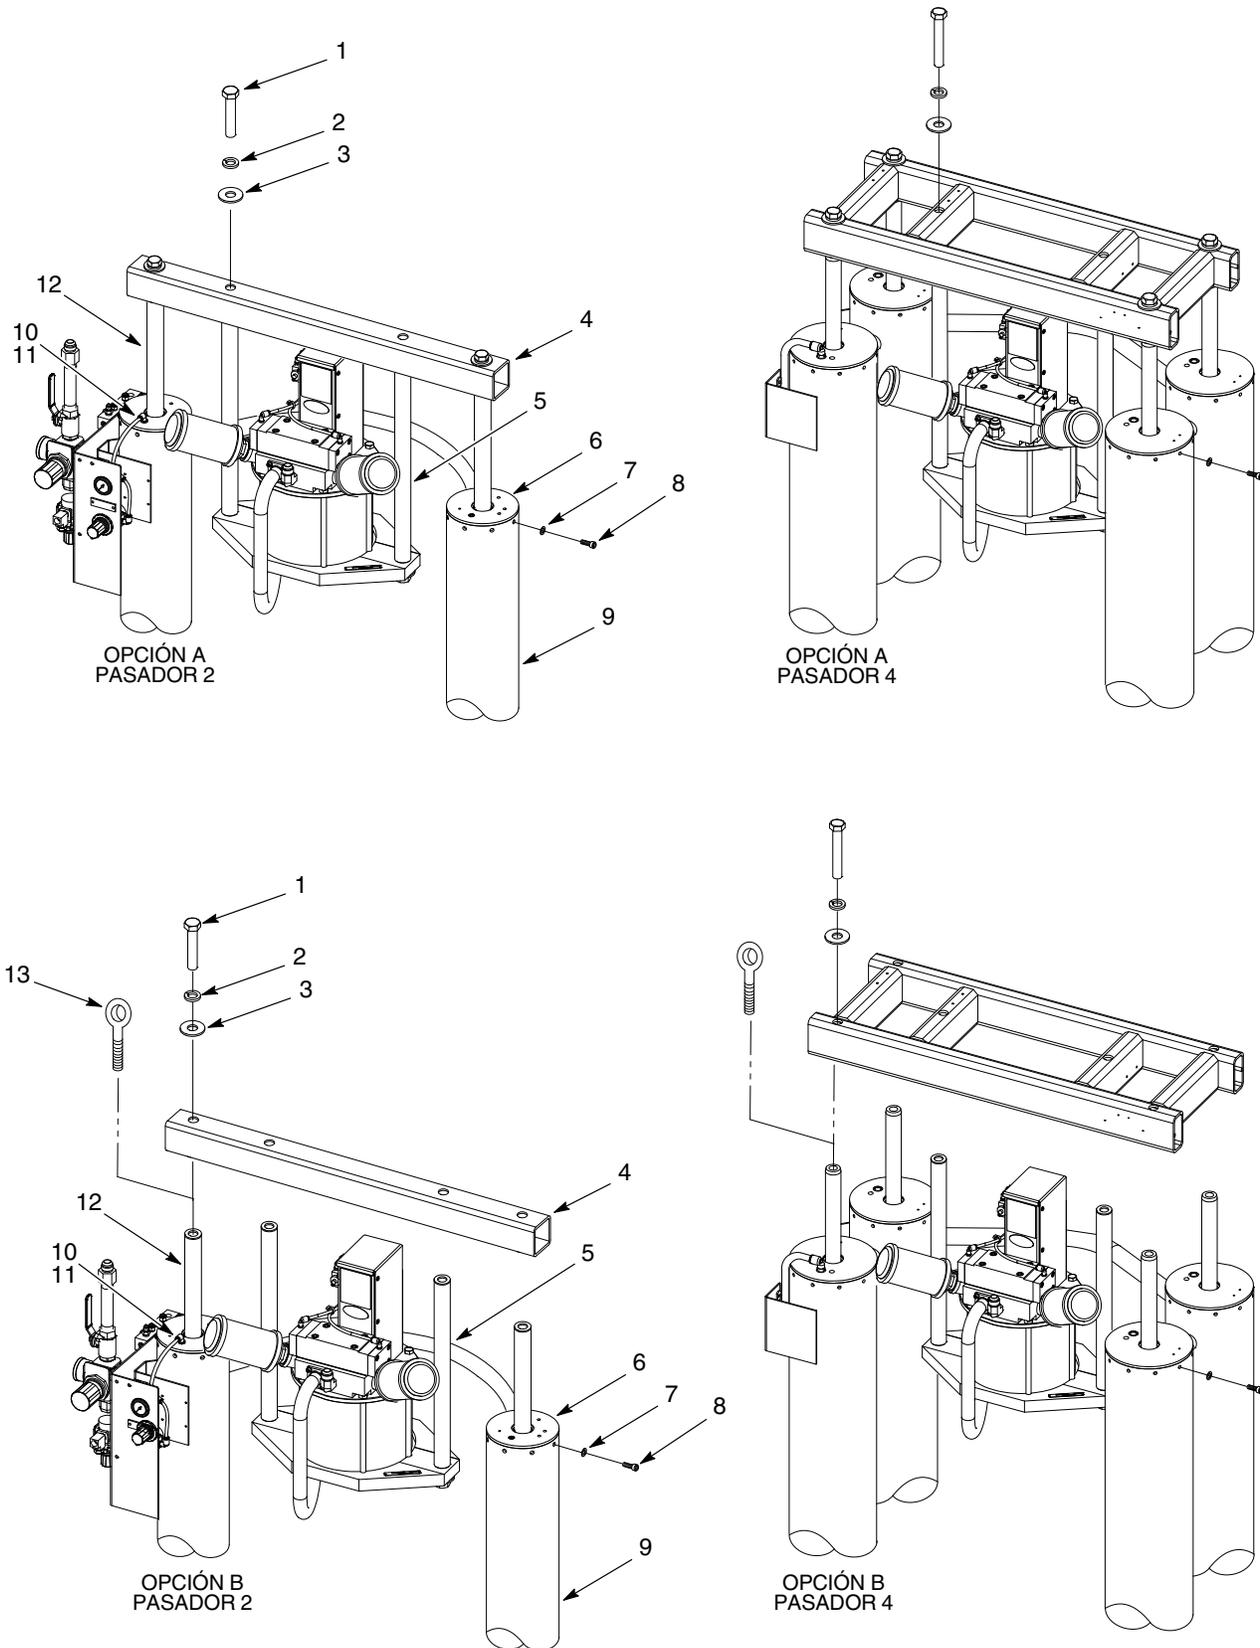

Figura 2 Extraer los ejes de cilindro
Ver la figura 2. Hay dos maneras de extraer los ejes de cilindro; juntos o separados. Utilizar el procedimiento deseado.
1. Ver la figura 2, opción A. Asegurarse de que esté desconectado el tubo (10) del racor (11).
2. Extraer los tornillos (1), las arandelas de bloqueo (2), y las arandelas planas (3) que fijan el traspaso (4) a las varillas de montaje (5).
3. Extraer los tornillos de casquete (8) y las arandelas (7) de los cilindros neumáticos (9). Tener en cuenta la orientación de las culatas del cilindro (6).
4. Fijar el dispositivo de elevación a la sección media del traspaso (4) y al mismo tiempo extraer los ejes de cilindro (12) de los cilindros neumáticos (9).
1. Ver la figura 2, opción B. Asegurarse de que el tubo (10) esté desconectado del racor (11).
2. Extraer los tornillos (1), las arandelas de bloqueo (2), y las arandelas planas (3) que fijan el traspaso (4) a las varillas de montaje (5) y los ejes de cilindro (12).
4. Enroscar el perno ojal de  $\frac{7}{8}$ -14 (13) en el eje de cilindro (12). Fijar el dispositivo de elevación al perno ojal. Emplear el dispositivo de elevación para extraer el eje de cilindro del cilindro neumático (9). Extraer de la misma manera los ejes de cilindro restantes.
- Lubricar las dos juntas tóricas nuevas (6) con lubricante para juntas tóricas. Instalar una junta tórica en cada culata del cilindro (4).
- Ver la figura 2, opción B. Aplicar Loctite 242 a las roscas de los tornillos (1). Instalar el traspaso (4) en los ejes de cilindro (12) y varillas de montaje (5) utilizando los tornillos, las arandelas de bloqueo (2) y las arandelas planas (3). Apretar los tornillos a 250 pies-lb (339 N•m).